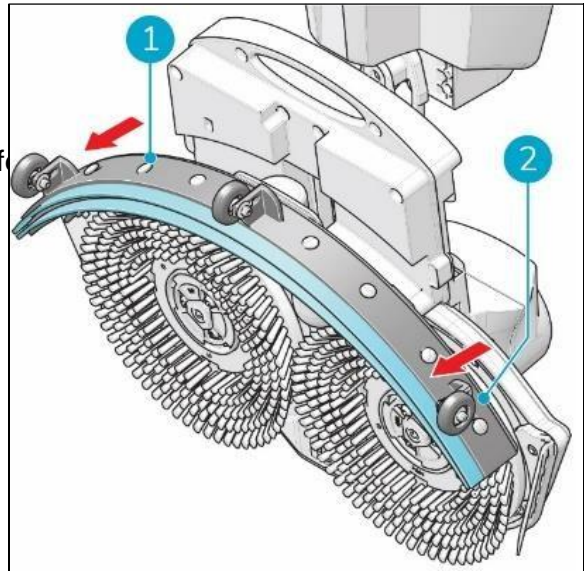

Abbildung 24
3. Ziehen Sie an der linken Seite des Rollenquetschers, um ihn zu entfernen (Abbildung 24, Pos. 1).
4. Ziehen Sie an der rechten Seite des Rollenquetschers, um ihn zu entfernen (Abbildung 24, Pos. 2).